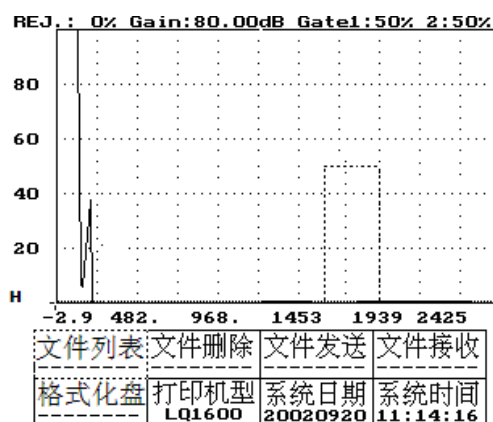

图 25-2
3、 按进入键——显示文件操作菜单，如图 25-2 所示。
- 3、按进入键——显示文件操作菜单，如图 25-2 所示。